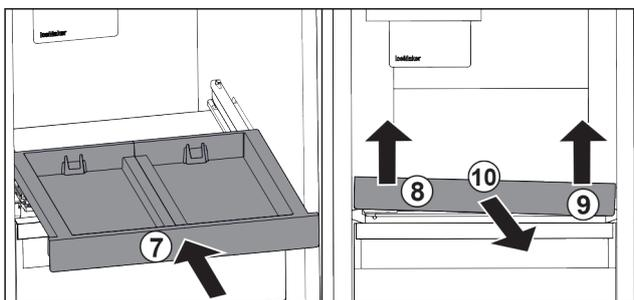

Fig. 96
- ▶ Inserire il ripiano estraibile. Fig. 96 (7)
- ▶ Sollevare il ripiano estraibile dalla parte anteriore a sinistra. Fig. 96 (8)
- ▶ Sollevare il ripiano estraibile dalla parte anteriore a destra. Fig. 96 (9)
- ▶ Rimuovere il ripiano estraibile tirandolo in avanti. Fig. 96 (10)